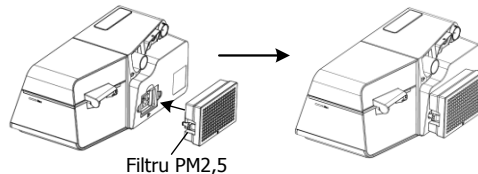

Fig. 12-3
(3) Schimbați filtrul de aer și capacul filtrului de la filtrul PM2,5, așa cum se arată în Fig. 12-3.